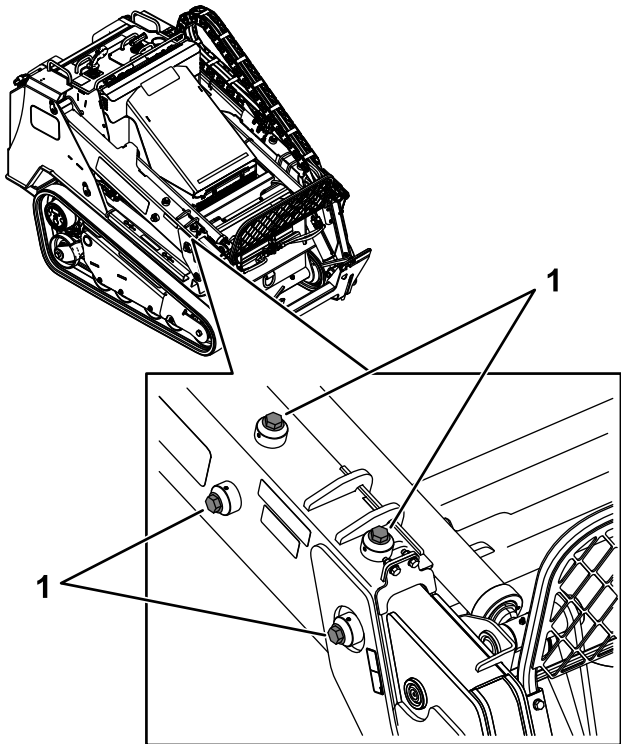

Figure 84
3. Sur chaque bras de la chargeuse, desserrez la vis de maintien sur les 4 vis de réglage (Figure 84).